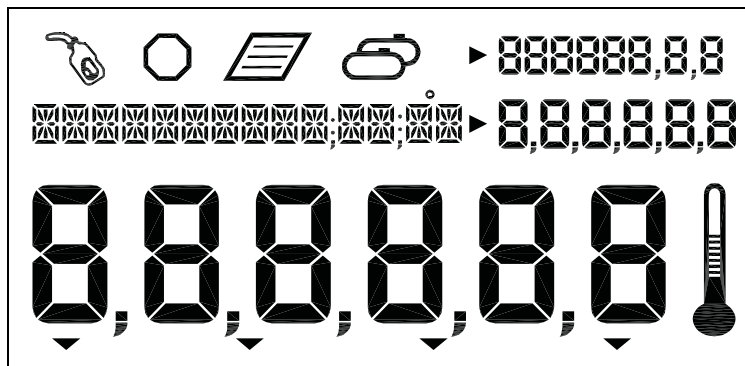

Figura 3. Todos los segmentos activos
- Todos los segmentos de la visualización están activos (ver Figura 3)